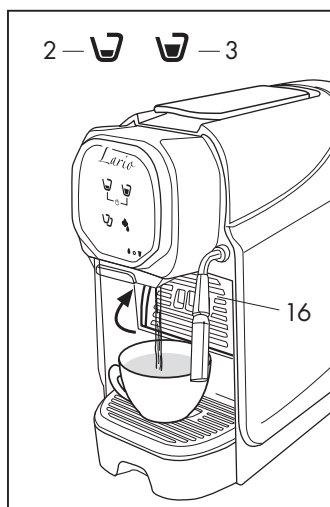

Fig. 6
- Los símbolos (2-3-12-13) se iluminarán de modo intermitente hasta alcanzar la temperatura; cuando los símbolos (2-3-12-13) se iluminan de modo fijo, la máquina está lista para el uso. Cierre el soporte taza pequeña (16) y coloque una taza en la rejilla, luego presione un símbolo de dispensación (2-3), la máquina dispensa agua (Fig. 6); pulse nuevamente el símbolo cuando se alcance la cantidad de agua deseada. La operación de enjuague termina cuando se han dispensado al menos tres tazas de agua.